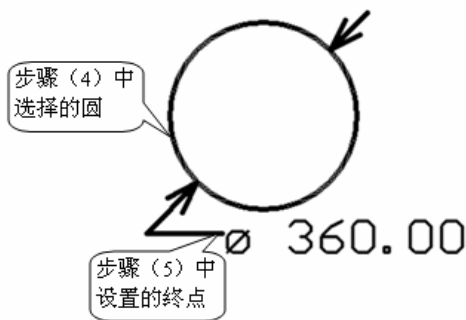

图 7.76 布置射线式直径标注
(3) 在“Radial Diameter Dimension”对话框中设置线性直径标注的属性，单击“OK”按钮。
(4) 在工作区单击需要进行线性直径标注的圆弧或圆，移动光标调整直径标注箭头的位置，单击鼠标确定箭头位置。
(5) 移动光标调整直径标注引线的终点位置，单击鼠标确定引线终点，结束该直径标注。
(6) 重复步骤(4)、(5)，对其他的圆弧进行标注，标注结束后，单击鼠标右键或者单击“Esc”键，结束射线式直径标注操作。布置过程如图 7.76 所示。